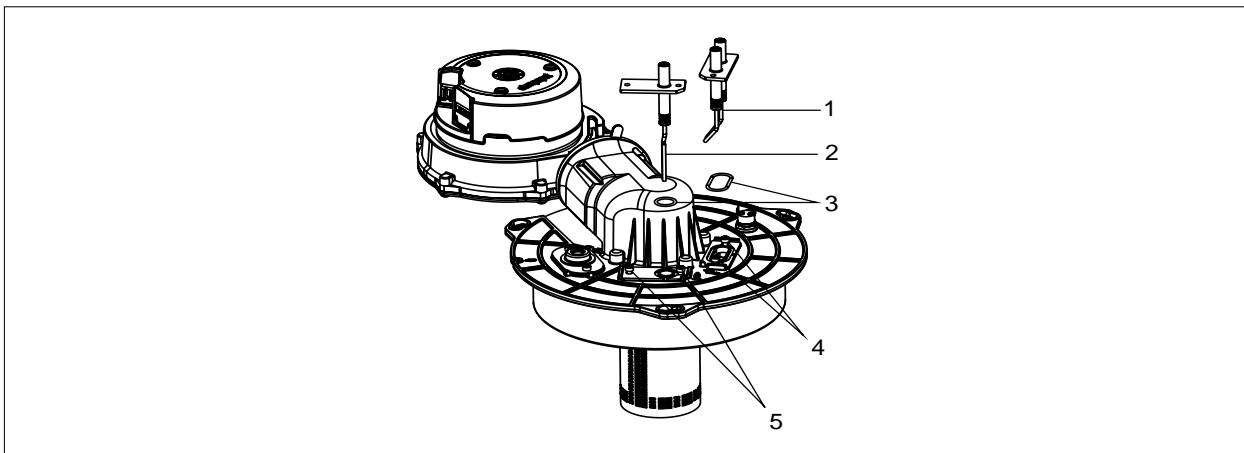

Рис. 6.3 Замена электродов
- ▶ Демонтировать электроды (см. Рис. 6.3 Замена электродов)
- ▶ Открутить винты с крепёжными зажимами (4).
- ▶ Снять изоляционный кирпич (3) вниз.
- ▶ Открутить винты (1) на фланце горелки.
- ▶ Заменить уплотнение горелки (2).
- ▶ После замены горелки затянуть винты (1) и (4) с крутящим моментом 5 Нм.
- Затянуть крепёжные винты (5) Рис. 6.3 с крутящим моментом 3 Нм.
- Затянуть крепёжные винты (4) Рис. 6.3 с крутящим моментом 3 Нм.